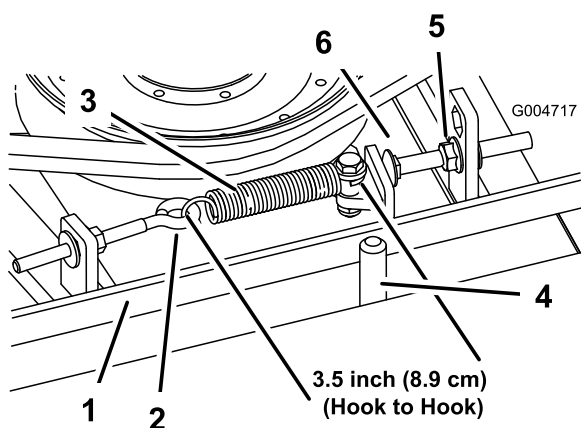

Рисунок 75
При правильном натяжении внутренняя длина пружины растяжения (между зацепами) должна быть приблизительно 8,3–9,5 см. После того, как будет достигнуто правильное натяжение пружины растяжения, отрегулируйте упорный болт (каретный болт) так, чтобы между головкой болта и рычагом натяжного шкива оставался зазор 2–5 мм. (Рисунок 75).
Примечание: Убедитесь, что ремень расположен на направляющей ремня со стороны пружины (Рисунок 75).
2. Ослабьте рым-болт, чтобы можно было снять пружину растяжения (Рисунок 75).
3. Ослабьте фланцевую гайку, которая крепит упорный болт к монтажному выступу, и отодвиньте натяжной шкив от ремня, чтобы ослабить натяжение ремня (Рисунок 75).
9. Подсоедините пружину растяжения (Рисунок 75) к рым-болту и натяните ремень следующим образом: